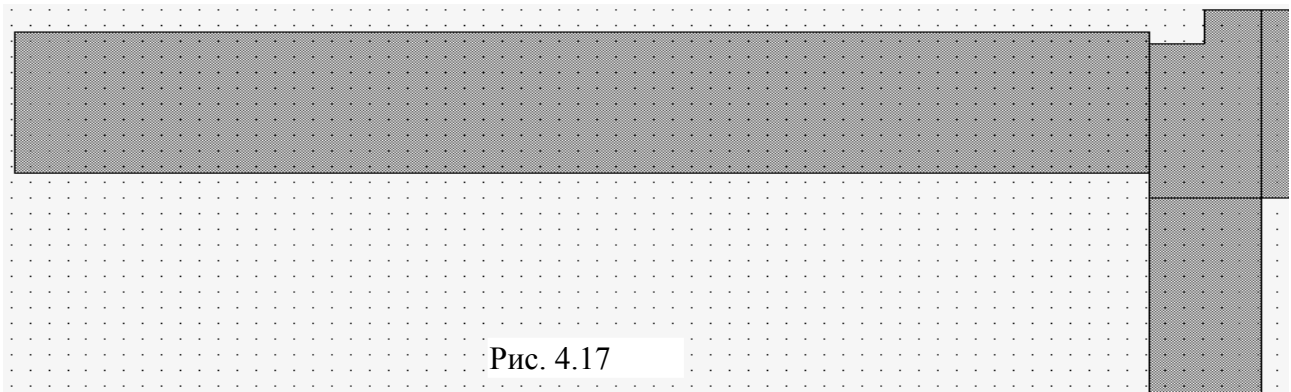

Рис. 4.17
6. Щёлкните мышкой по значку **View Area** на панели инструментов и увеличьте отображение входного проводника вместе с первым Т-сочленением так, чтобы была видна сетка (рис. 4.17). Топология входного проводника не совпадает с сеткой и по вертикали, и по горизонтали. Поскольку в электромагнитной структуре порт должен точно совпадать с